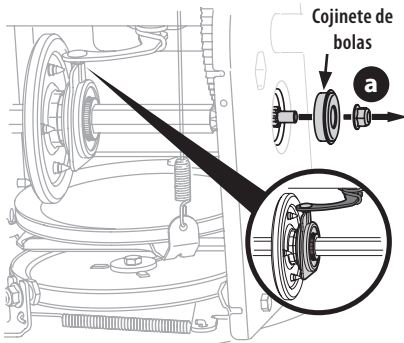

Figura 91
5. Extraiga con precaución la tuerca hexagonal (a) que sujeta el eje hexagonal al bastidor y golpee ligeramente el extremo del eje a fin de desplazar el cojinete de bolas del lado derecho del bastidor (Figura 91).
NOTA: Compruebe que el pasador de la palanca de cambios esté en su lugar en el alojamiento del cojinete (Figura 91, recuadro).